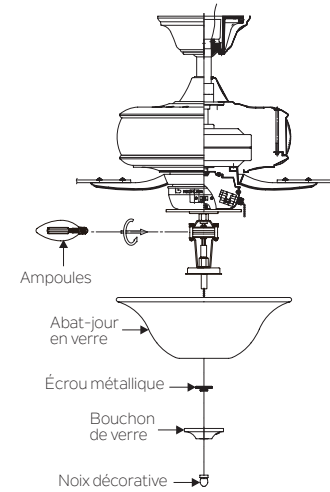

Fig. 18
**Step 2.** Retirez l'écrou décoratif, le capuchon en verre et l'écrou métallique du kit d'éclairage. Placez le verre sur la tige du kit d'éclairage, fixez-le à l'aide de l'écrou métallique (côté caoutchouc sur le dessus), du capuchon en verre et de l'écrou décoratif. Ne pas trop serrer. (Fig. 18)